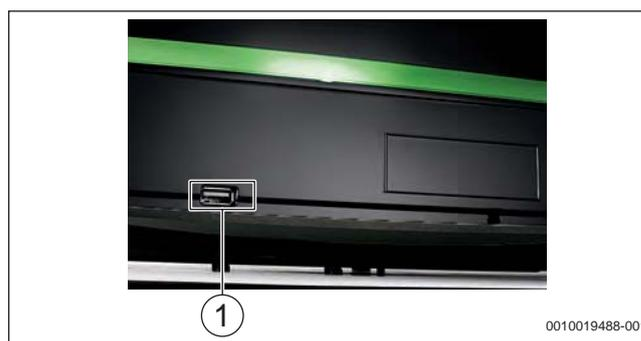

Fig. 78 Interface USB : utilisation avec clé USB
- Insérer la clé USB (disponible dans le commerce) directement dans l'appareil de régulation dans l'interface USB (→ fig. 78)